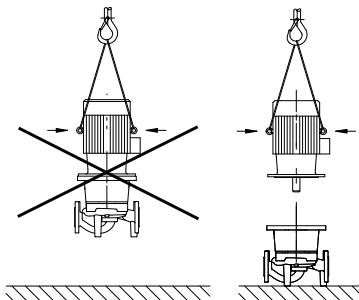

Fig. 8: Транспортиране на мотора
- Транспортните халки на мотора са предназначени само за транспортиране на мотора, а не на цялата помпа (Fig. 8).